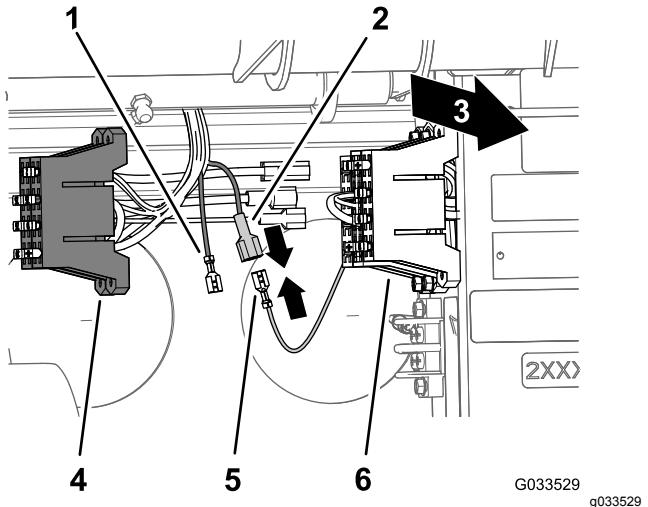

Figura 25
di alimentazione opzionale giallo del portafusibili del cablaggio dell'irroratrice (Figura 25).
3. Collegate il morsetto con connettore faston non isolato del portafusibili per la macchina al connettore faston isolato del portafusibili dell'irroratrice (Figura 25).